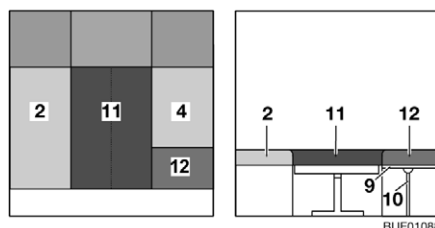

Fig. 97 Après la transformation
- Placer le coussin supplémentaire (Fig. 97,11) entre les coussins d'assise (Fig. 97,2 et 4).
- Placer le coussin supplémentaire (Fig. 97,12) entre les rallonges de coffres de banquette (Fig. 97,9).